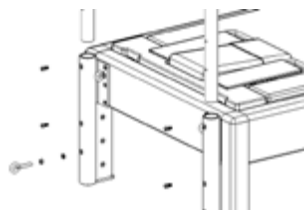

Figure 14
1. Nehmen Sie die Turmrohre mit der Durchsteckstange aus dem Karton heraus. Schneiden Sie die Verbindung zwischen der Durchsteckstange und den Rohren nicht durch, sonst kann sie beim Anheben schwingen und Sie oder andere Personen treffen. An der Außenseite der beiden vertikalen Rohre befinden sich zwei (2) Gewindelöcher, die im eingebauten Zustand von der Maschine weg zeigen, wenn sie installiert sind.
2. Führen Sie die Rohre in die Turmhalterungen am Kopfende der Maschine ein und achten Sie darauf, dass die Gewindelöcher zu Ihnen zeigen, wenn Sie sie installieren. Senken Sie die Rohre vorsichtig bis zum Anschlag in die Turmhalterungen ab. Sie werden den Boden berühren. Siehe Abbildung 14.